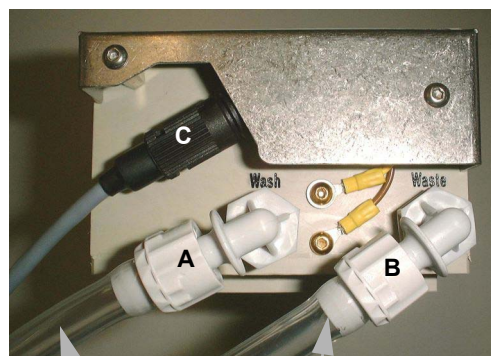

Abb. 5-7 Anschlüsse des Waschblocks
- 4** Stecken Sie das Kabel des Waschfüllstandssensors in die entsprechenden Anschlüsse an der Wascheinheit (C) und dem Waschblock (C, Abb. 5-7, 5-5).
- 5** Verbinden Sie die unterschiedlichen Behälter mit Waschflüssigkeit (D) und den Abfallbehälter (E) mit den entsprechenden Fittings der Wascheinheit.